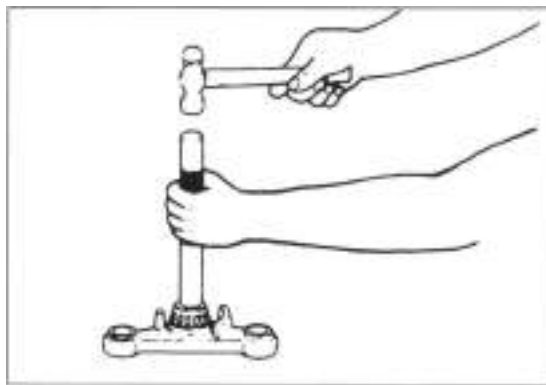

Bild 240
- Lagerlauftring samt Staubdichtung am Lenkschaftrohr mit passendem Rohrstück auf untere Gabelbrücke auftreiben (Bild 240).